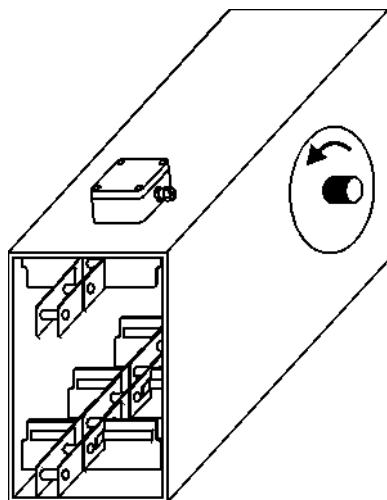

Рис. 6. Контроль обрыва цепи скребкового конвейера.
**Для контроля обрыва цепи скребкового конвейера** датчик устанавливается в подготовленные отверстия сверху на защитный короб механизма вблизи приводной станции (рис. 6). РДД-03А должен быть настроен на движение верхней части цепи. Для этого его чувствительность снижается до минимального положения, при котором светодиод «Движение» устойчиво горит. Так как привод механизма толкает вперёд верхнюю ветвь, обрыв цепи в любом месте конвейера вызывает её мгновенное провисание в точке установки датчика. Расстояние между движущейся цепью и РДД-03А увеличивается, уровень отражённого от цепи радиосигнала падает и становится недостаточным для поддержания датчика в «замкнутом» состоянии. РДД-03А отключает транспортёр, предохраняя его от разрушения.
**ВНИМАНИЕ! В месте установки датчика не должны присутствовать устройства, поддерживающие цепь снизу (перегородки, ролики, «лыжи» и т. д.). Наличие подобных устройств не позволит цепи провиснуть и не приведёт к срабатыванию датчика при обрыве цепи! Направление вращения приводной звёздочки должно строго соответствовать рис. 6.**